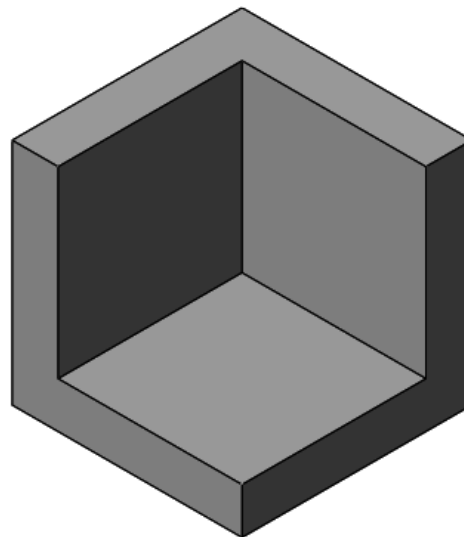

Ilustración 60
Paso 1: Extruir la siguiente figura. (Ver ilustración 60).